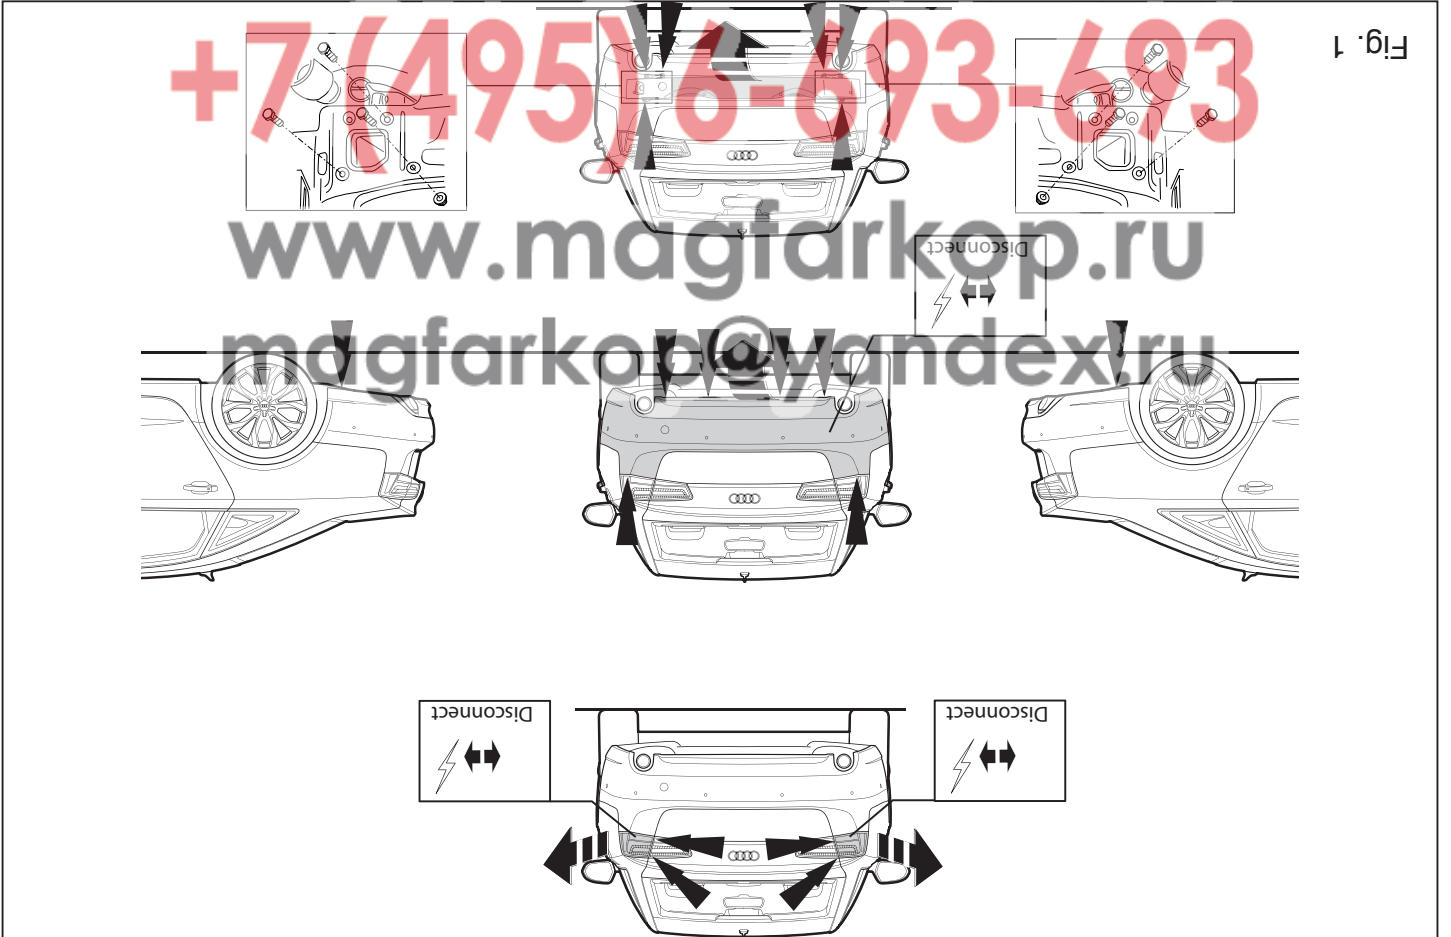

Fig. 1
Replace the bolts. See figure 1.
1. Die Rücklichter abmontieren. Die Stoßstange einschließlich des stählernen Stoßbalkens vom Fahrzeug abmontieren. Der Stoßbalken wird nicht mehr benötigt. Schrauben wieder anbringen. Siehe Abbildung 1.
1. Démontez les feux arrière. Déposer le pare-chocs du véhicule y compris la traverse en acier ; la traverse ne sera plus utilisée. Remettre les boulons de fixations en place. Voir la figure 1.
1. Demonter baglysenhederne. Demonter kofangeren, inklusive køretøjets stålstødbjælke. Denne bliver overflødig. Se fig. 1.
1. Снять оба блока задних фар. Снять бампер вместе со стальным брызговым щитом автомобиля; брызговики брызг больше не понадобятся. См. рисунок 1.